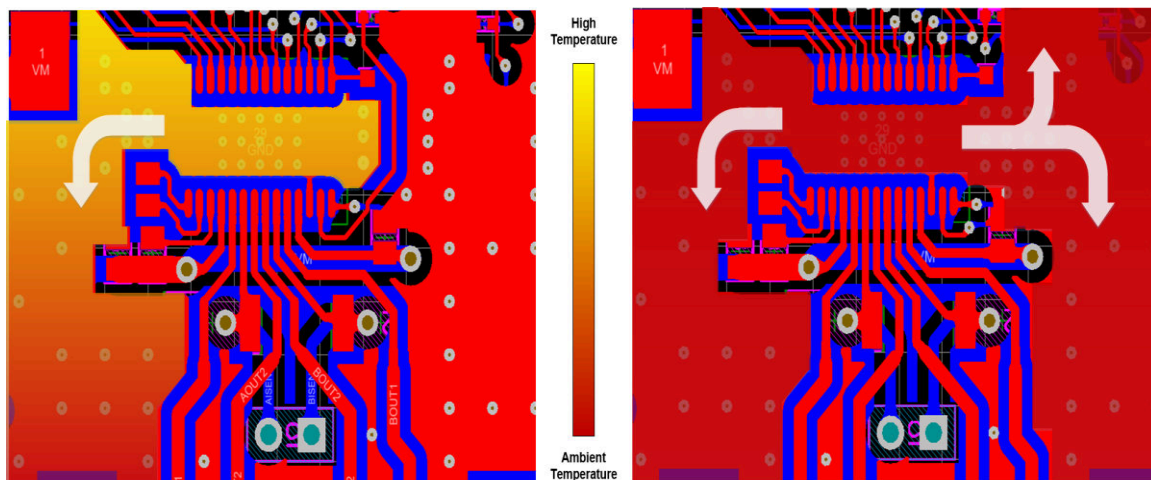

図 7-8. くびれたグラウンド プレーンと連続的なグラウンド プレーンの温度分布の比較
- システム/基板全体に対して、大きく途切れない単一のグラウンドプレーンを使用するようにしてください。グラウンドプレーンは PCB の下層に作成できます。図 7-8 に、ドライバの下層のグラウンド プレーンが連続的である場合に対して、グラウンド プレーンがくびれている場合に温度が上昇する例を示します。